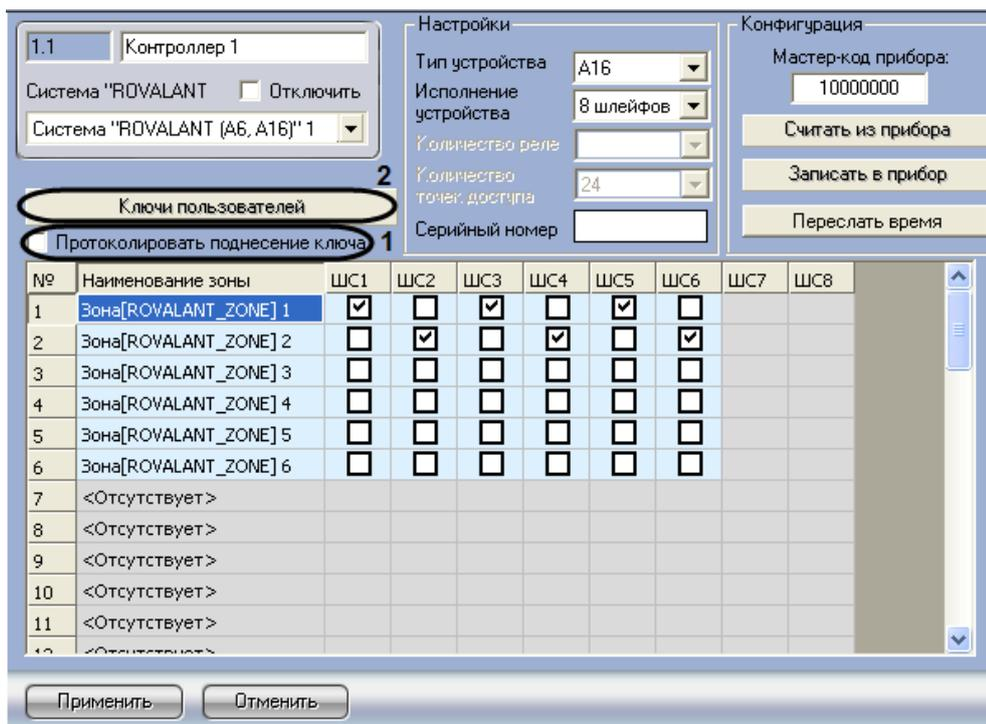

Рис. 3.3—9 Задание ключей пользователя
1. Перейти на панель настроек объекта **Контроллер** (Рис. 3.3—9).
2. Установить флажок **Протоколировать поднесение ключа**, если необходимо отображать в протоколе событий случаи предъявления идентификатора доступа (см. Рис. 3.3—9, 1).